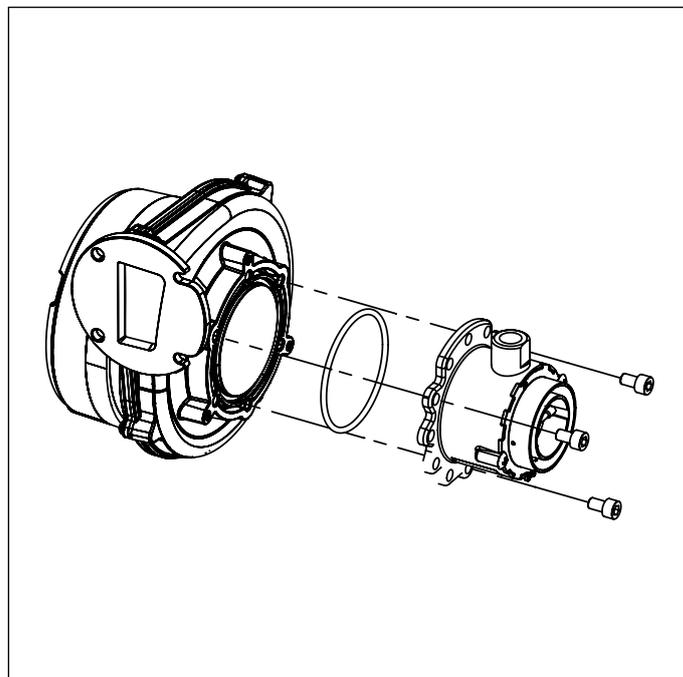

Fig. 28 Miscelatore
- Rimuovere il miscelatore svitando le tre viti a brugola (vedi Fig. 28 Miscelatore).